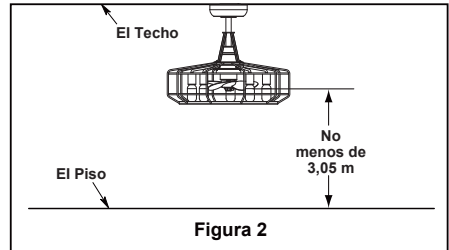

Figura 2
Uso de perfil profundo (Figura 2)
2. Retire el clip de horquilla y pasador de horquilla de la parte inferior de la bola para colgar. Retener el pasador y clip para la reinstalación en el paso 4. (Figura 2)
Debe colgar el ventilador a una distancia mínima de 3,05 m desde la ventilador de techo hasta el piso. (Figura 2)
Para evitar una posible descarga eléctrica, asegúrese de cortar la alimentación eléctrica de la caja de fusibles principal antes de alambrado el ventilador. (Figura 2)
2. Coloque y ajuste firmemente la cubierta para el tornillo de la base sobre los tornillos de reborde de la abrazadera para colgar mediante el mecanismo de seguro por giro del chavetero. (Figura 2)
2. Restaure la fuente de alimentación de la toma de corriente encendi la electricidad del fusible principal. (Figura 2)